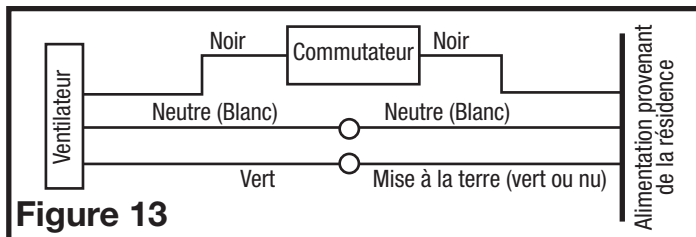

Figure 13
- 4b. Par là où vous avez choisi d'accéder à la boîte de jonction du ventilateur, connecter le fil Blanc provenant de la résidence au fil Blanc du réceptacle du ventilateur. Connecter le fil Noir de l'interrupteur mural au fil Noir du réceptacle du ventilateur. Connecter le fil de mise à la terre provenant de la résidence au fil Vert du réceptacle du ventilateur (**Figure 13**). Utiliser des méthodes approuvées pour toutes les connexions.